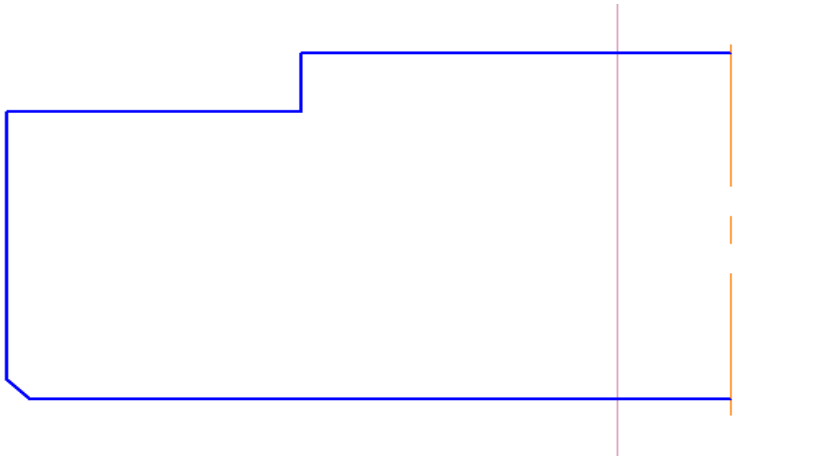

Рис. 6
- e. С помощью левой клавиши мыши укажите получившиеся прямые (получатся 2 параллельные прямые, укажите обе). Результат рис. 6.